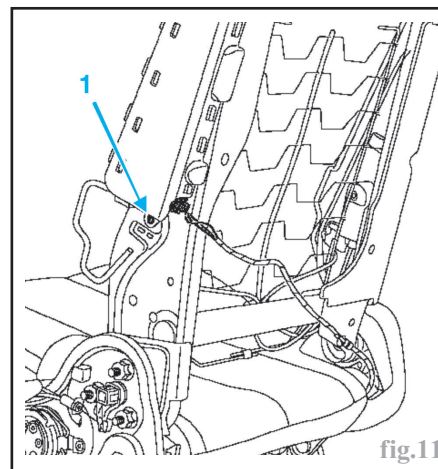

fig.11
- Déposer le rivet de fixation (1) (fig.11).